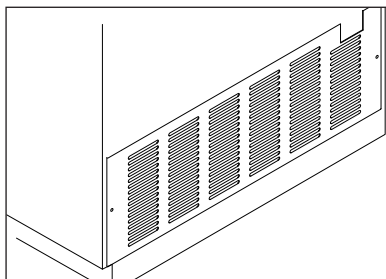

Abb. 3
**WICHTIG!** Der Belüftungsrast muss frei zugänglich sein (Abb. 3).